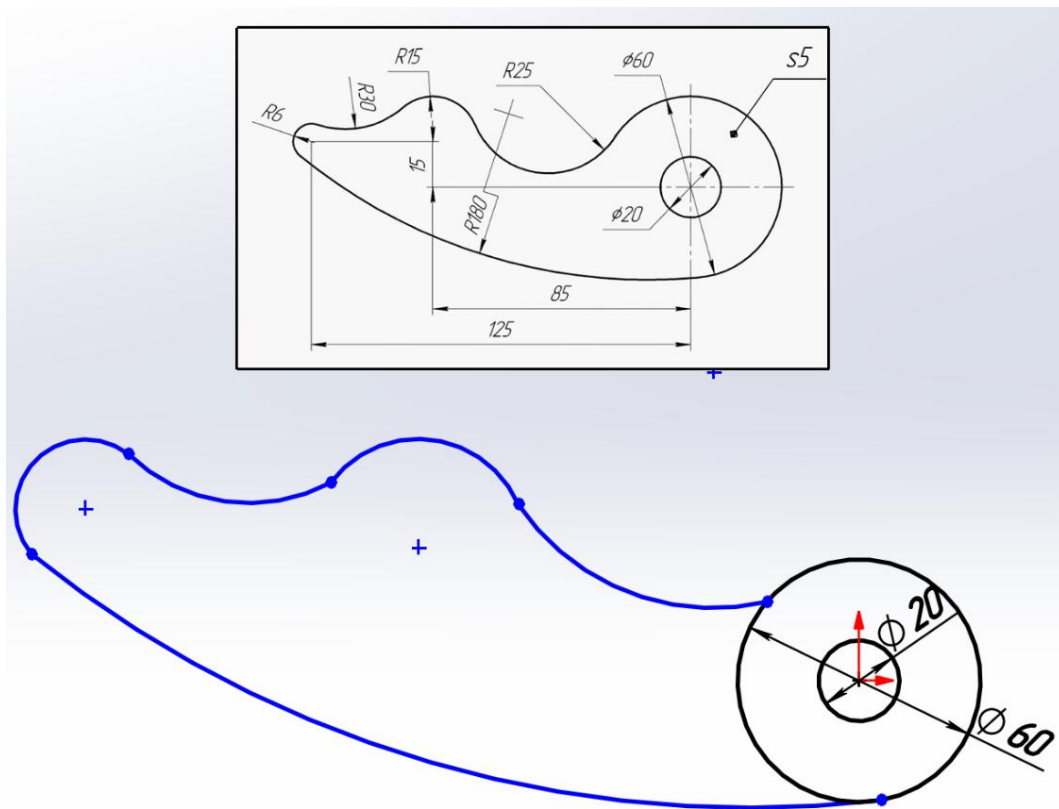

Рисунок 3.3 – Побудова контуру деталі
4. За допомогою дуги через три точки  будемо послідовно приблизний контур деталі (рис. 3.3).